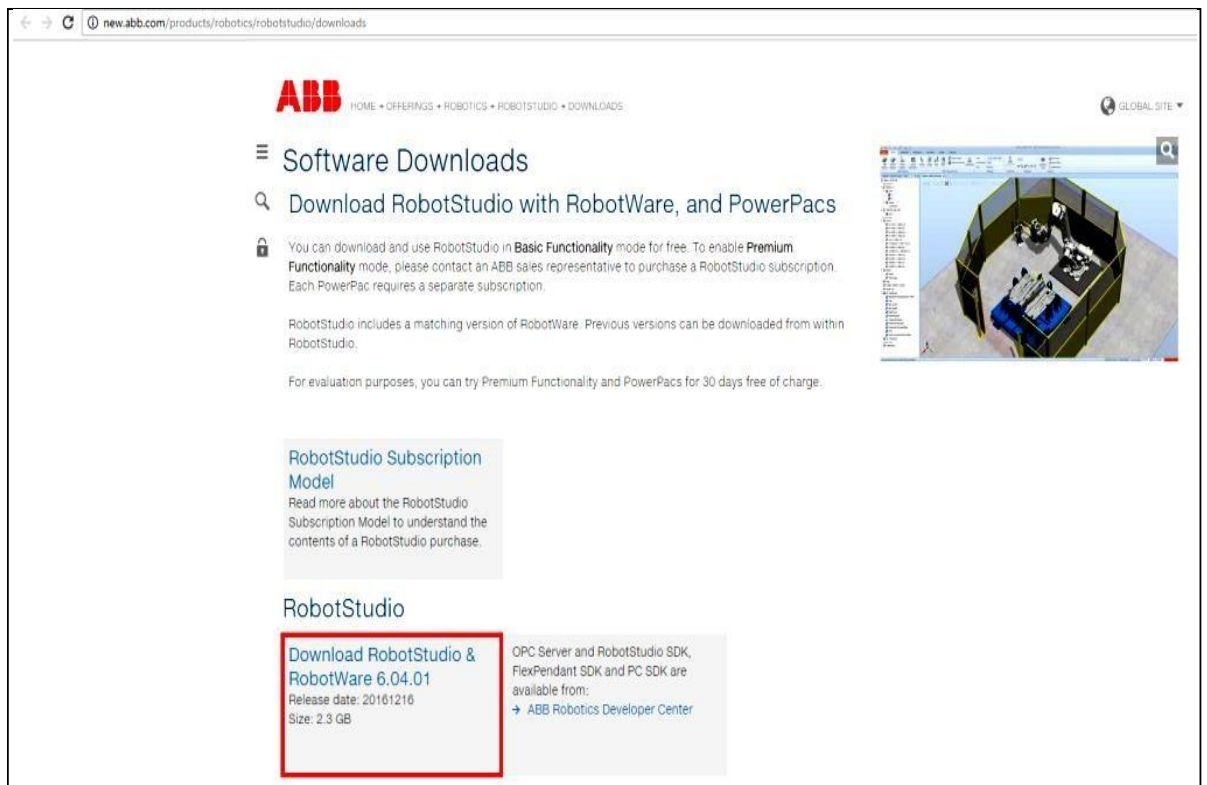

Рисунок 1 – Официальный сайт АВВ
1. Скачайте последнюю версию RobotStudio с сайта <http://new.abb.com/products/robotics/robotstudio> (рисунок 1).